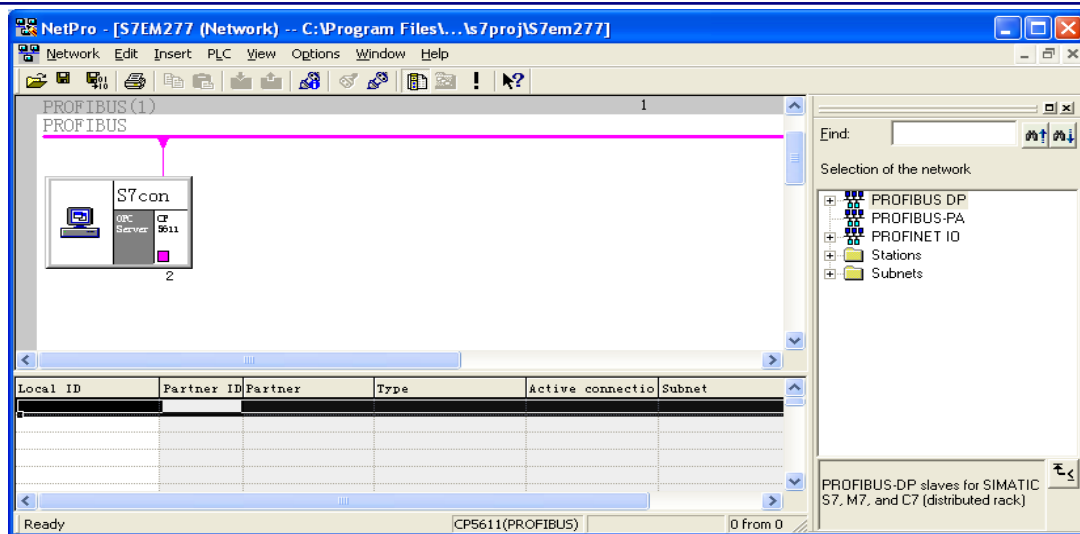

图 5
3. 打开 NetPro，在 OPC Server 的连接表的第一行右键选择“Insert New Connection”或 Insert >New Connection 插入个新的连接，如图 5